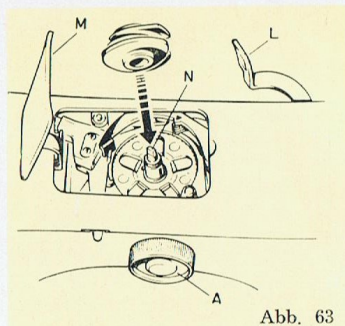
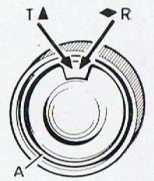
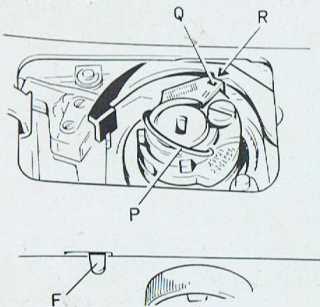

Abb. 63
Abb. 67
Abb. 69
— Hebel « L » (Abb. 63) wird nach links gestellt,
— Hebel « L » (Abb. 63) wird nach links gelegt, der Deckel « M » hochgeklappt und die Gruppe herausgenommen.
— Knopf « A » (Abb. 63) wird so lange gedreht, bis hinter seinem Fensterchen das Rhombus-Zeichen « R » (Abb. 67) sichtbar wird.
- Hebel « L » (Abb. 63) wird nach links gelegt und
Die Kurvengruppe wird nach Lüften des Hebels « L » (Abb. 63) eingesetzt. Dabei hält man sie am Griff « P » (Abb. 69) und dreht sie entgegen dem Uhrzeigersinn so lange, bis die auf der ersten Kurvenscheibe angebrachte rote Marke « R » mit dem roten Dreieck « R » auf dem Hebel der automatischen Steuerung des Mikroschalters übereinstimmt. Darauf wird der Hebel « L » wieder in seine Arbeitsstellung zurück-, d. h. wieder an den Maschinenarm angelegt.
- c) Darauf wird der Regelwiderstand durchgedrückt und der Hebel des Mikroschalters « F » (Abb. 69) für einige Sekunden nach links gelegt. Danach lässt man ihn wieder frei. Die Maschine beginnt nun zu nähen und fertigt das Knopfloch völlig selbständig an. Erst nach dessen Beendigung bleibt sie stehen, auch dann, wenn die Näherin den Regelwiderstand weiter durchgedrückt hält. Die Kurvenscheibengruppe hat sich mit ihrer roten Marke « Q » erneut auf das rote Dreieck « R » (Abb. 69) eingestellt und ist damit für die Ausführung des nächsten Knopfloches bereit.